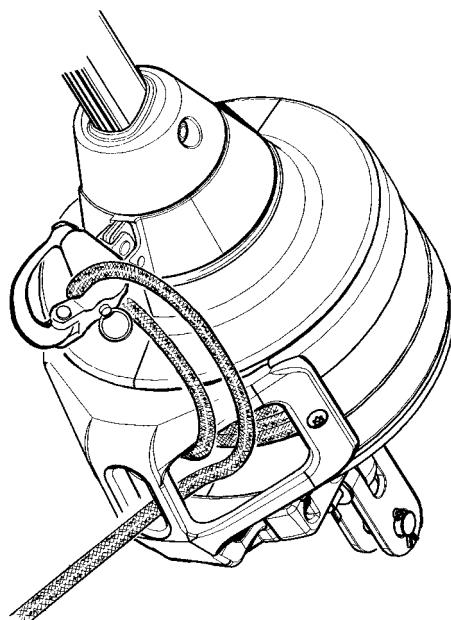

Fig. 6.2.a
- Assurer la bosse avec le mousqueton d'amure Fig. 6.2.a. Cela évitera un déroulement accidentel.